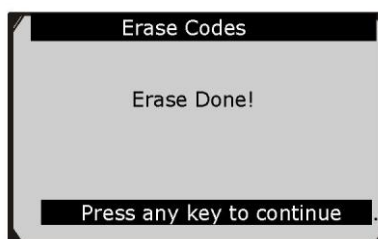

Рисунок 5-8
- После успешного удаления кодов на дисплее отобразится подтверждающее сообщение **Erase Done! [Удаление выполнено]**. См. рисунок 5.8.